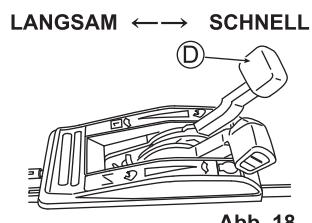

Abb. 18
5. Passen Sie die Mähgeschwindigkeit mithilfe des Ganghebels (D) an. (Siehe Abb. 18)